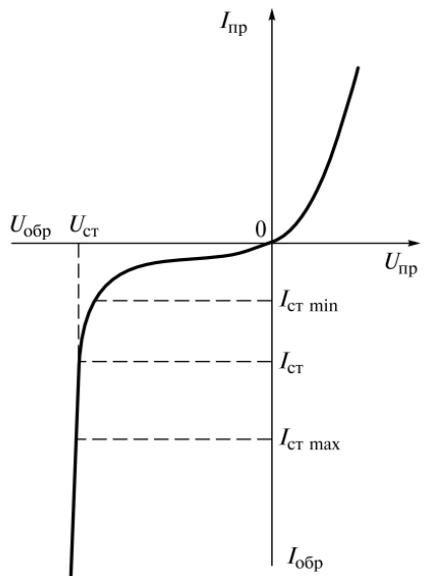

Рис. 1.2
1.7. Полупроводниковый стабилитрон осуществляет стабилизацию напряжения, работая в режиме электрического пробоя на обратной ветви вольт-амперной характеристики (рис. 1.2). Чему равен номинальный ток стабилизации $I_{ст}$?